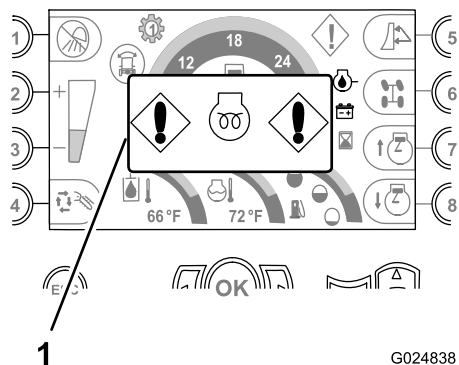

Figure 32
- **Témoin d'attente de démarrage du moteur** – Ce témoin s'affiche quand la clé de contact est en position Contact et que le réchauffeur d'air d'admission du moteur est sous tension (Figure 32).
Remarque: Attendez que le témoin ne s'affiche plus avant d'essayer de démarrer le moteur (Figure 32).